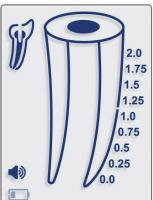

Fig. 2
- 5.2.2. Lorsque le niveau de la batterie est bas, l'indicateur de batterie faible se met à clignoter à l'écran (Fig. 2). L'unité Endo-Eze™ Find® continue à fonctionner normalement, même avec une batterie faible qui devra être remplacée avant de se décharger complètement.